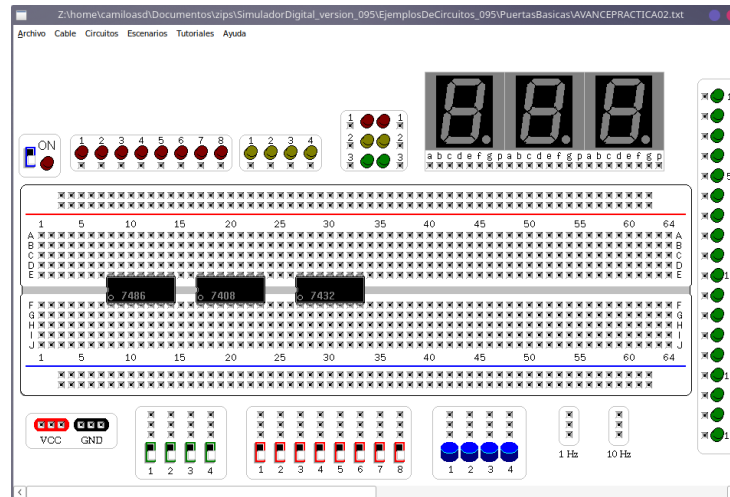

Figura 3: Inserción de los circuitos integrados sobre la franja central de la protoboard.
- Paso 2. Insertar los chips.** En el menú *Circuitos* → *Puertas básicas* elegir el *Xor 7486*, el *And 7408* y el *Or 7432*, y arrastrar cada uno hasta que cruce la franja central. Se ubicaron con el pin 1 en las columnas 8, 17 y 27, respectivamente (Figura 3).
Paso 8. Conectar las salidas. Llevar el pin 6 del 7486 (S) al LED amarillo 1 y el pin 3 del 7432 (C_{out}) al LED amarillo 2 (cables 19 y 20).